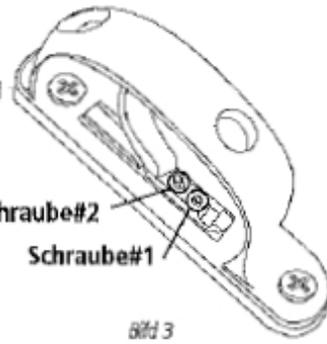

Bild 3
- hat der Schuss Rechtsabweichung drehen Sie Knopf 1 gegen den Uhrzeigersinn (Bild 3)
- bei Hochschuss drehen Sie zum Ausgleich den Knopf 2 im Uhrzeigersinn (Bild 3)